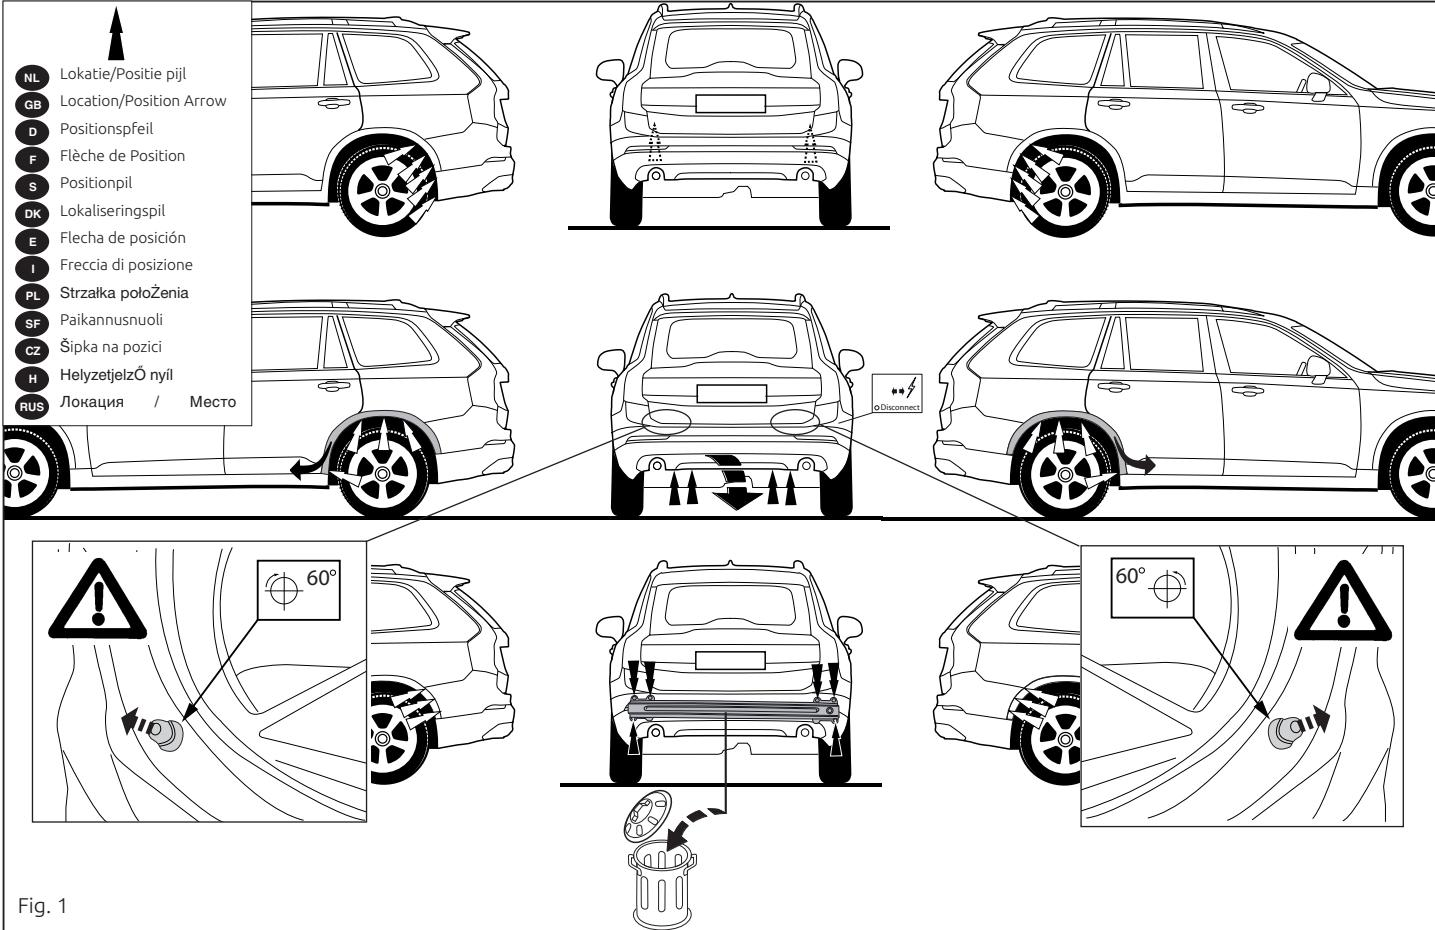

Fig. 1
1. Снять бампер вместе со стальным буферным бруском автомобиля; буферный брус больше не понадобится (см. рис. 1, 1а).